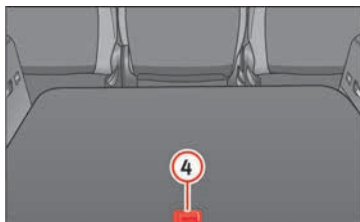

Fig. 189 Otros compartimentos en el suelo del maletero.
Abrir el compartimento posterior » fig. 189 ④:	▷ Levante por el asa la parte posterior del suelo del maletero.